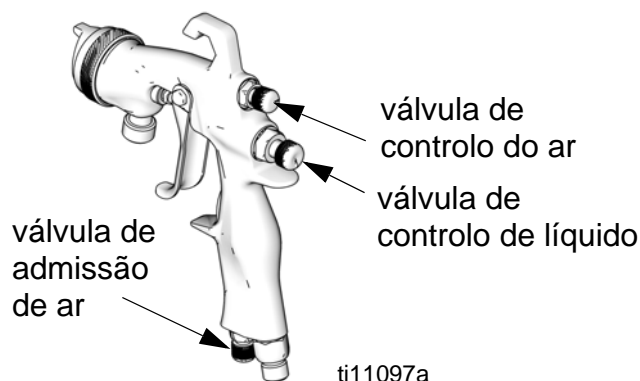

FIG. 3
2. Para obter um padrão de ventoinha completo, abra a válvula de controlo do ar, rodando o botão completamente no sentido contrário ao dos ponteiros do relógio. Consulte a FIG. 3.
3. Para criar um padrão circular, desligue o padrão de ar rodando a válvula de controlo do ar completamente no sentido dos ponteiros do relógio. Consulte a FIG. 3.